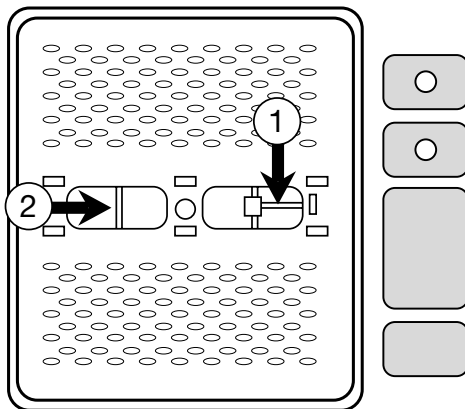

fig. 13
Om voorwerpen, welke tussen de trommel en de kuip gevallen zijn te verwijderen, dient men de wasrib, welke recht tegenover de trommelopening geplaatst is, te verwijderen (fig. 13:1 en 2).
- in midden van de trommel is een grijze kunststof wasrib (fig. 13) aangebracht.
- aan de rechterkant van de wasrib-opening zit een blokkadesysteem met een veerarm (fig. 13:2) die naar rechts (fig. 13:1:2) gedrukt en/of geschoven dient te worden om een en ander te demonteren;
tevens van dat het veerarmpje van het blokkadesysteem (fig. 13:1) goed in de daarvoor bestemde opening van de trommel bevestigd is.